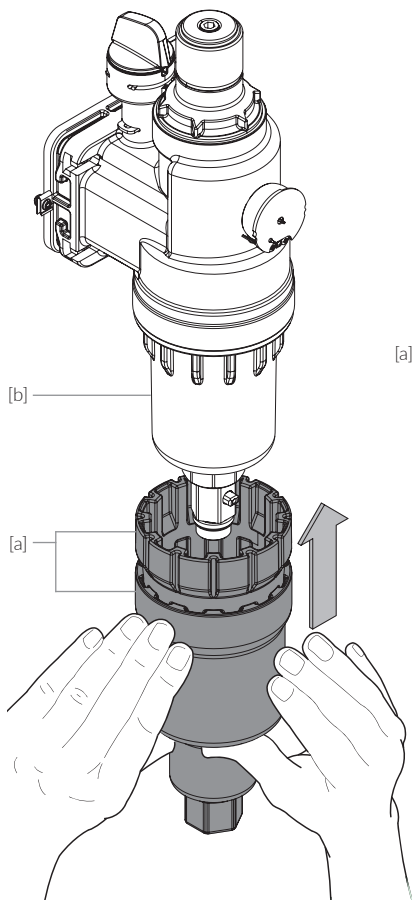

Afb. 9.12
- / Afb. 9.12: Verwijder de cartridge [e] met de glijring [f].